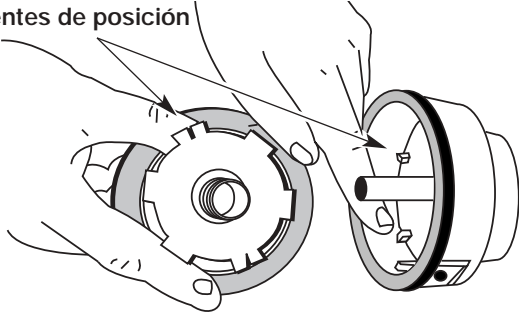

Figure 14
5. Inspeccione los dientes de posición del carrete interior y la bobina exterior para verificar que no exista desgaste (Fig. 14). De ser necesario, elimine las rebabas o cambie el carrete y la bobina.